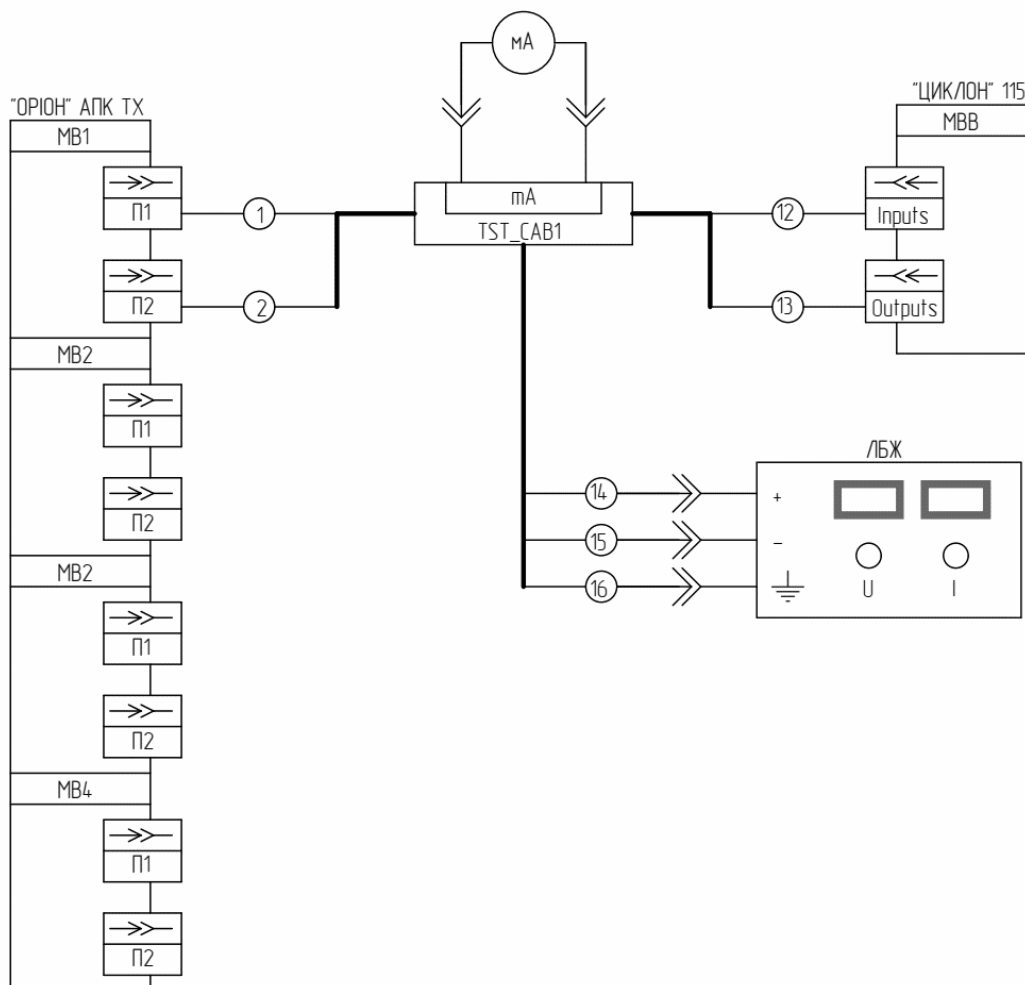

Рисунок 8.10.1 – Схема підключення
- 1) Підключити «ОРИОН» АПК ТХ до «ЦИКЛОН» 115 і ЛБЖ з допомогою тестового кабеля «TST_CAB1» (див. рисунок 8.10.1);